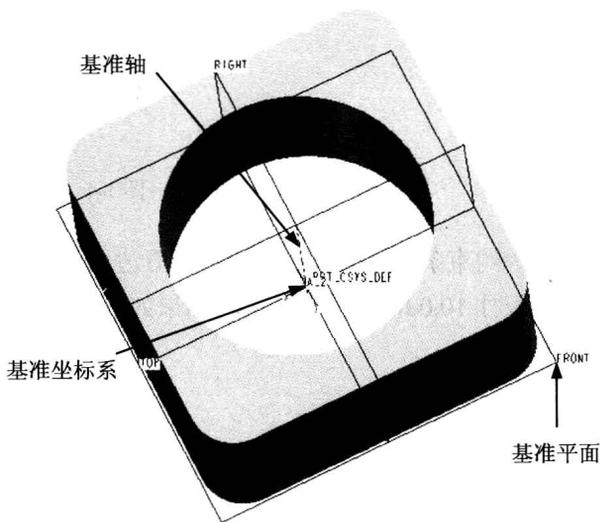

图 1-2 基准特征
②曲面特征。与实体模型相比，曲面是一种没有质量、厚度和体积的几何特征，而且精确描述曲面也比较复杂。目前，Coons 曲面、张量积曲面、Bezier 曲面、B 样条曲面以及非均匀有理 B 样条(NUBRs)曲面等参数曲面为曲面造型提供了强大的技术支持。
③基准特征。基准特征是指模型设计的基准点、基准轴、基准曲线、基准平面以及基准坐标系等。基准特征主要用来辅助三维模型的创建，如图 1-2 所示。在模型创建过程中，可以通过“基准显示”工具栏控制基准特征的显示与隐藏。